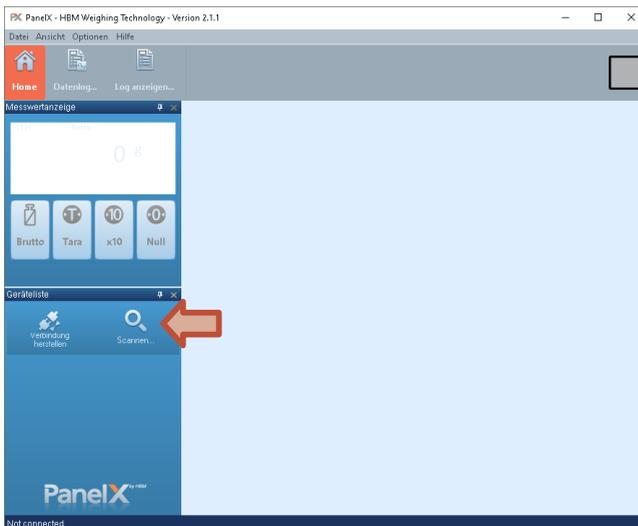

Abb. 6.1 Scan-Dialog aufrufen
- ▶ Klicken Sie auf **Scannen** (Abb. 6.1 auf Seite 15).